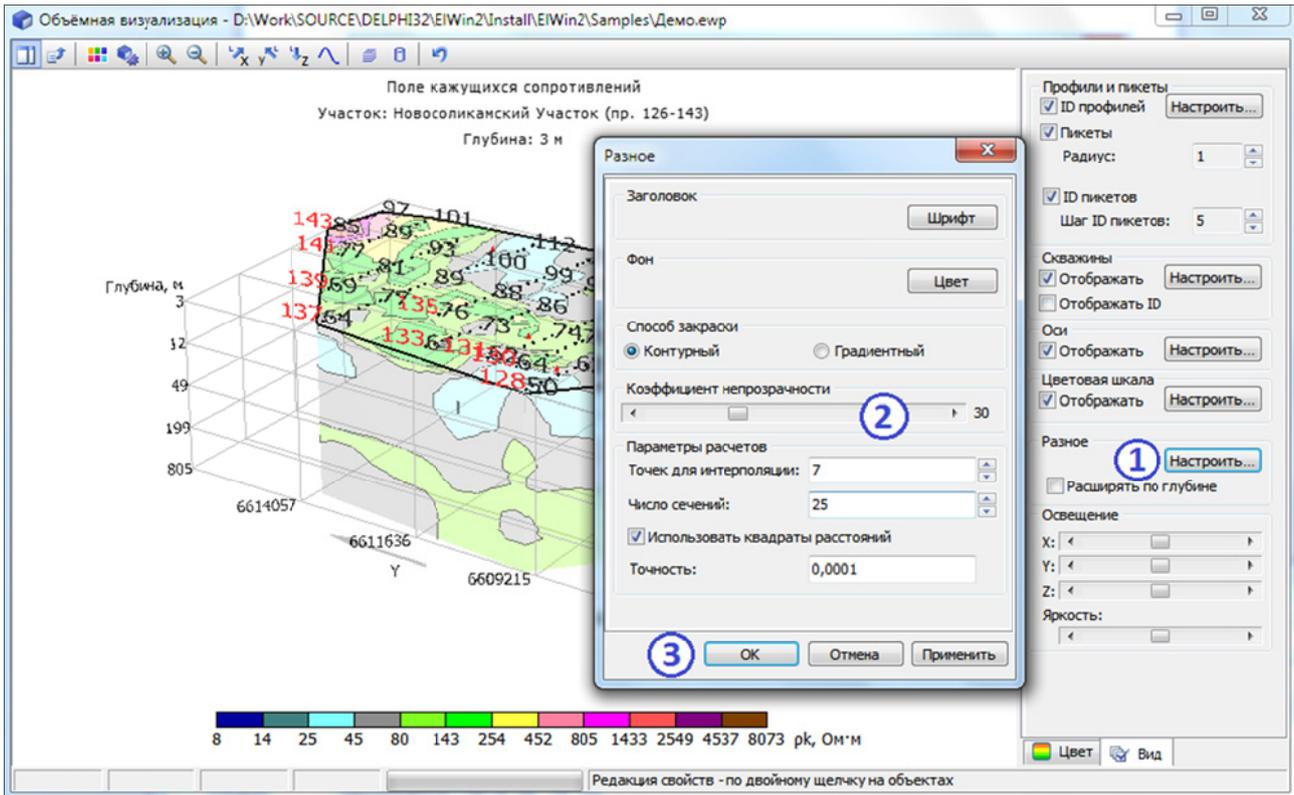

Рис. 5.5.6. Настройка прозрачности объёмного изображения
- нажмите кнопку *OK* (цифра 5), область будет выделена. Для того, что бы область была видна полностью, установите прозрачность объёмного изображения равной 0 (см. рис. 5.5.6)
В случае, если выбран режим построения *серии* срезов, то эта серия сразу будет построена. Если выбран режим построения *произвольного* среза, то после нажатия кнопки *OK* необходимо щелкнуть на объёмном изображении в том месте, через которое должен пройти новый произвольный срез. Одновременно с построением срезов, основное объёмное изображение становится полностью прозрачным. Однако прозрачность всегда можно изменить по желанию (рис. 5.5.6).
- перейдите на вкладку *Вид* справа и нажмите кнопку *Настроить* в разделе *Разное* (рис. 5.5.6, цифра 1);